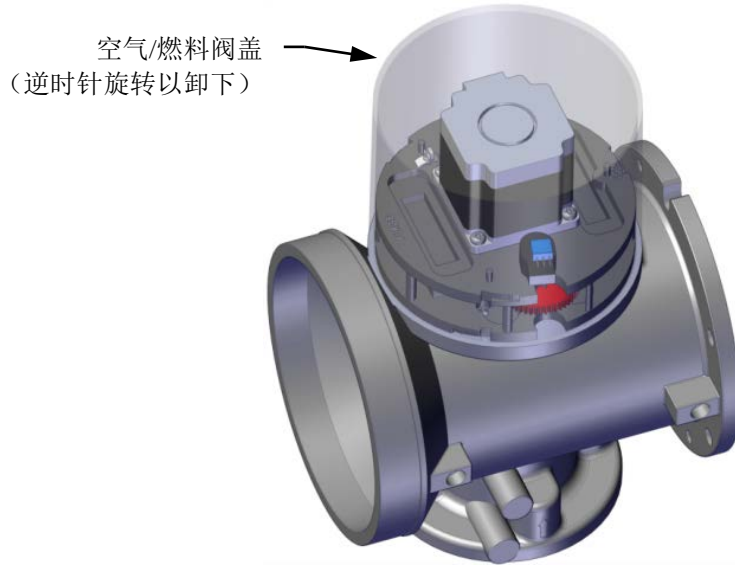

图6-6: 空气/燃料阀盖位置
3. 逆时针旋转空气/燃料阀盖将其解扣并取下（参见图 6-6）。
3. 逆时针旋转空气/燃料阀盖（图 6-6）将其解扣，然后提起卸下。